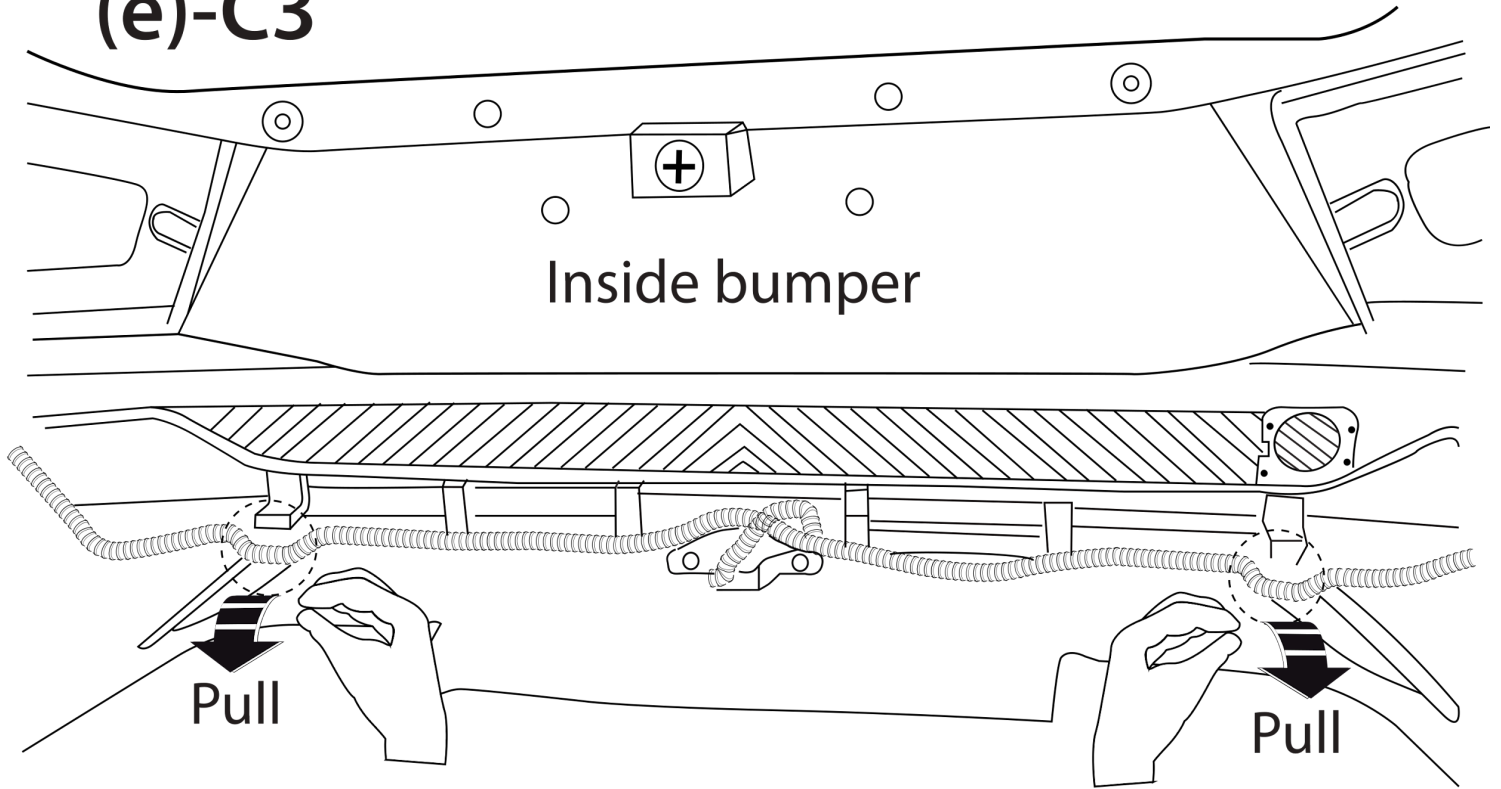

Fig. 18
15. Citroën (e)-C3: Снять указанные маркированные части. См. рисунок 18.